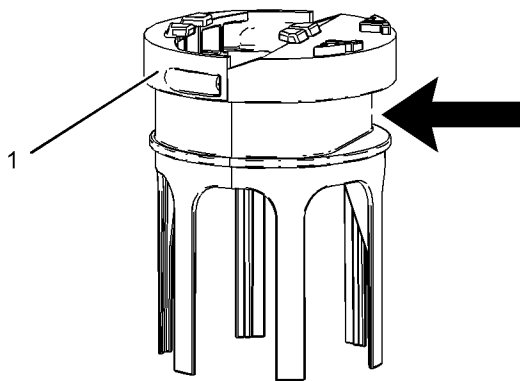

Abbildung 73
4. Den Saugfilter (4) an den Sicherungsnasen (5) packen und vom unteren Ende der Tankeinsatz-Heizschlange abziehen. Den Filter durch einen neuen Saugfilter ersetzen.
6. Sicherstellen, dass die Bandschelle auf den flachen Bereich des Filtersockels ausgerichtet ist, wie in Abbildung 73 dargestellt. Die Bandschelle mit $4.5 \pm 0.7 \text{ N}\cdot\text{m}$ ($40 \pm 6 \text{ lb in}$)(1) festziehen. Sicherstellen, dass der Filter beim Festziehen der Bandschelle nicht gequetscht wird.